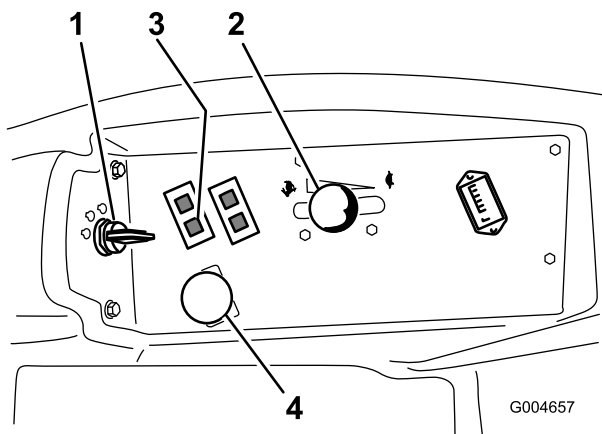

Figure 47
4. Placez la commande de prise de force (PDF) en position désengagée (Figure 47).
5. Réglez la commande d'accélérateur à mi-course entre les positions bas et haut régime (Figure 47).